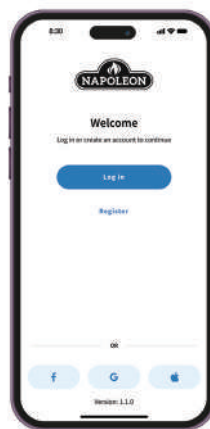

Fig. 1
1. Registreer een account bij de **Napoleon Home App** OF log in met uw Facebook-, Google- of Apple-accountinformatie. (Fig 1)